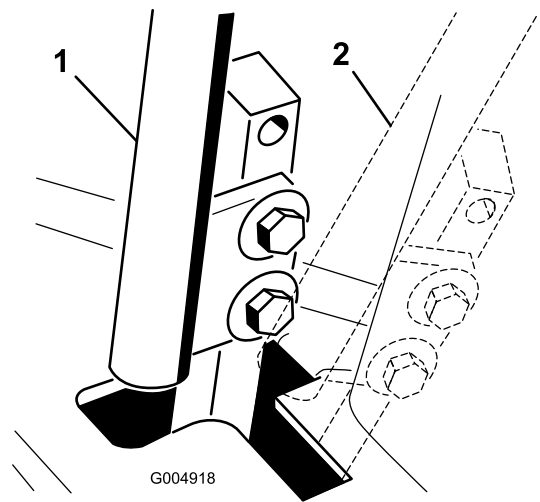

Bild 60
4. Schieben Sie den Schaltbügel in die neutrale, jedoch **nicht arretierte** Stellung (Bild 60).
6. Prüfen Sie, ob der Fahrtriebshebel relativ zur Kerbe im Armaturenbrett ist (Bild 60).